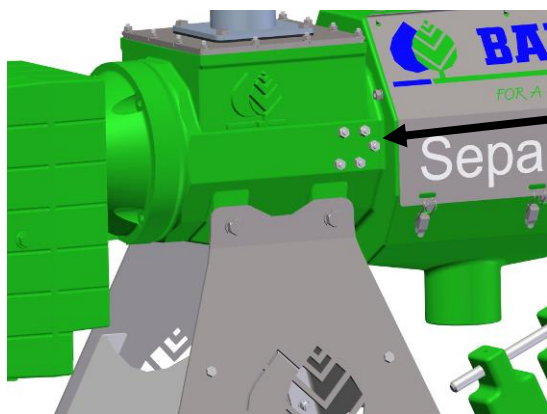

Рис. 13-16: Фиксирующие болты
6. Открутите контргайки фиксирующих болтов и поверните фиксирующие болты примерно на один оборот против часовой стрелки, см. рис. 13-16.